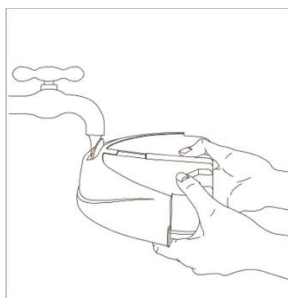

Рисунок 3
**Увага! Не додавайте в резервуар для води парфумовану рідину, оцет, крохмаль, засоби для видалення накипу чи прасування або інші хімічні рідини, оскільки вони можуть пошкодити пристрій (рис. 3).**